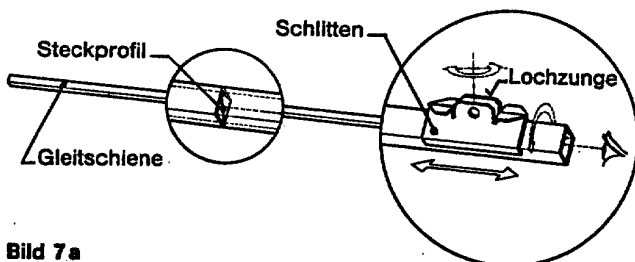

Bild 7a
5.3.a) Schlitten so auf Gleitschiene stecken – notfalls um verschiedene Achsen drehen – daß er leichtgängig über die ganze Länge verschleubar ist (Bild 7a).